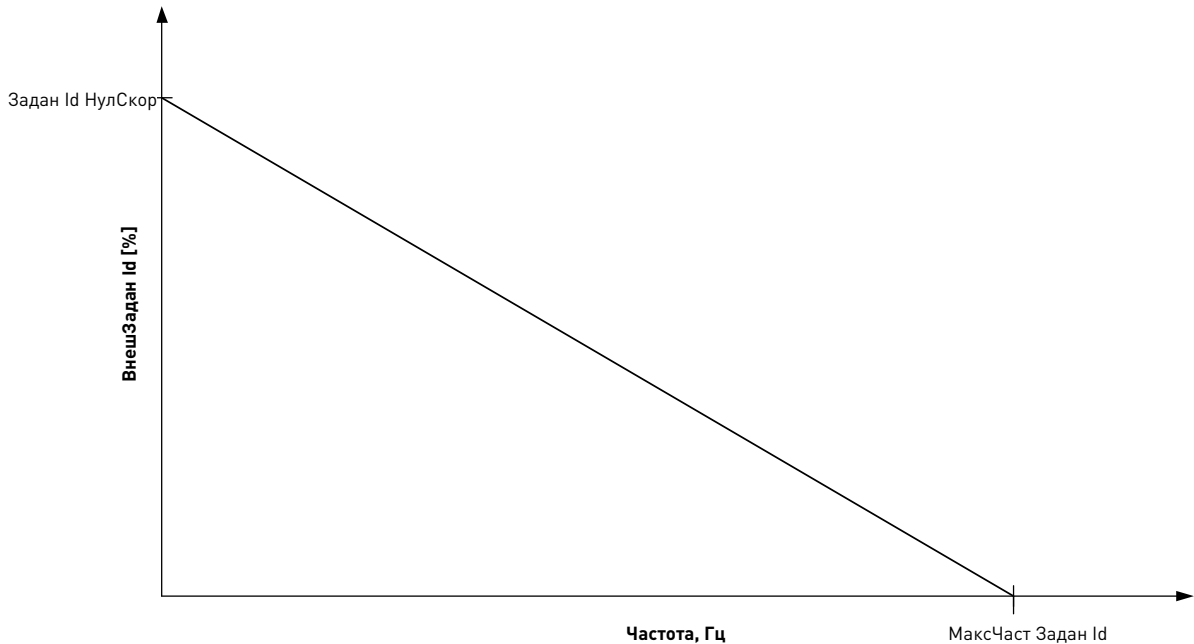

Рис. 11 Линейное изменение тока по оси d
Если путем установки параметра МаксЧаст Задан Id > 0 разрешено линейное изменение задания тока по оси d при малых частотах, этот параметр определяет величину задания тока по оси d при нулевом значении частоты (Рис. 11).
**>0** = задание тока по оси d в области малых частот изменяется по линейному закону, как показано на Рис. 11. При значениях частоты выше «МаксЧаст Задан Id» задание тока по оси d равно нулю.